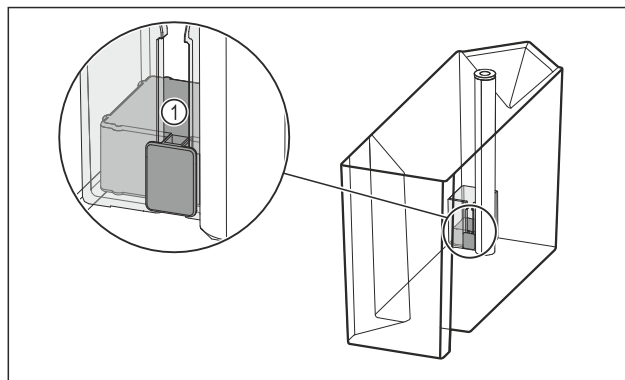

Fig. 115
- ▶ Zkontrolujte, jestli není vzpříčený plovák Fig. 115 (1).